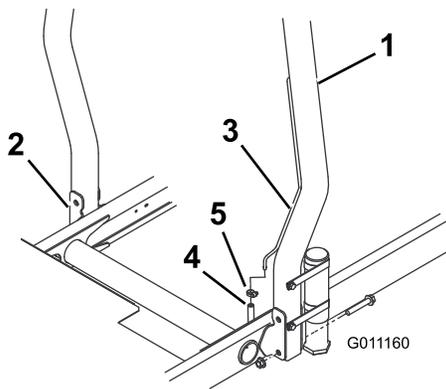

図 12
1. ROPSを機体の固定穴に差し込み、取り付け穴を整列させる。ROPSについている換気管が機体の左側にくるように配置すること 図 12。
2. ROPS のそれぞれの側をフランジヘッドキャップスクリューとロックナット各 2 で固定する 図 12。締め具を $81\text{N}\cdot\text{m}8.3\text{kg}\cdot\text{m} = 60\text{ft}\cdot\text{lb}$ にトルク締めする。